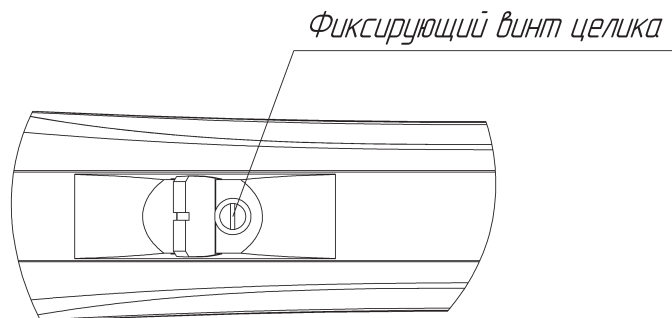

Рисунок 6 – Прицельные приспособления (вид сверху)
Для смещения СТП по горизонтали – ослабить винт 71, фиксирующий целик с последующим смещением целика влево или вправо (рисунок 6).
- утопить гнеток в рукоятке 4 по стрелке А и, повернув рукоятку по стрелке Б, вынуть ее из затвора (рисунок 6);